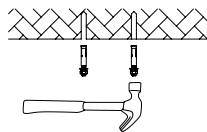

Fig. 2-2
2. Use a hammer to put the expansion screws into the holes (Figure 2-2).
2. Utilisez un marteau pour enfoncer les vis à expansion dans les trous (figure 2-2).